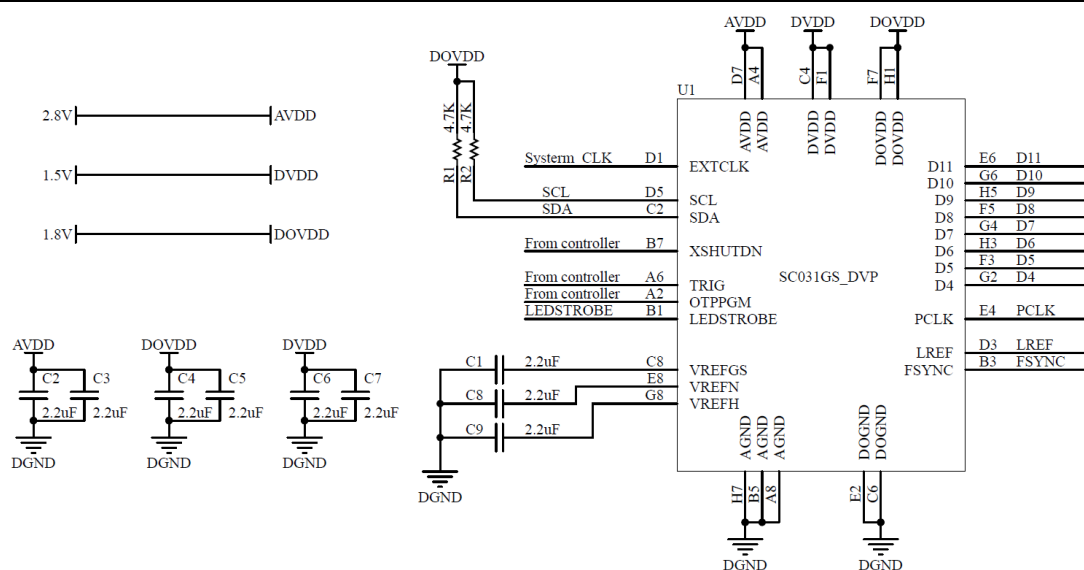
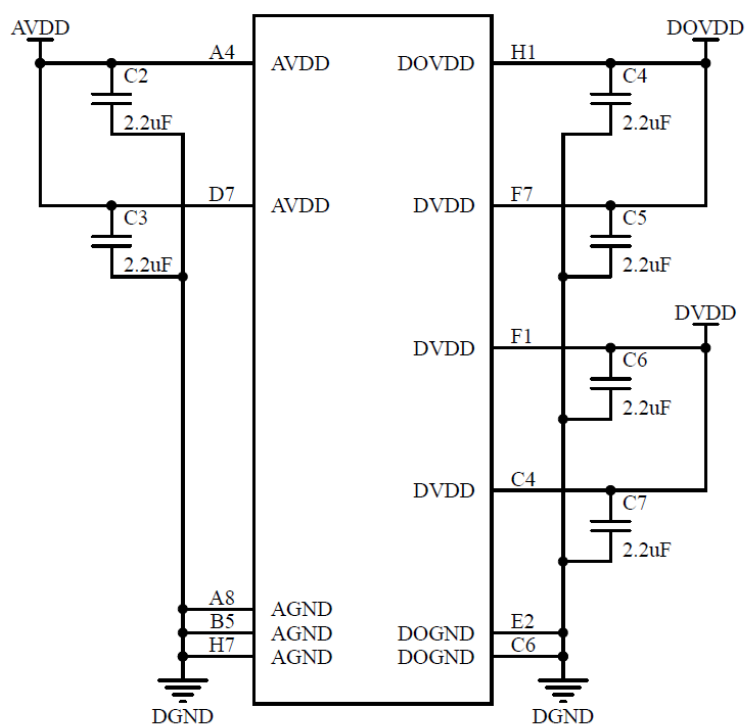

图 3-3 SC031GS DVP 接口参考电路(Cost down)
图 3-4 电路滤波电容连接方式(Cost down)
- b) 如果成本优先（cost down），可参考以下：AVDD 必须单独外接 2.8V 电源，A4 和 D7 引脚分别放置一个 2.2uF 电容，电容需要靠近芯片引脚。DOVDD 外接 1.8V 电源，H1 和 F7 引脚分别放置一个 2.2uF 电容，电容需要靠近芯片引脚。DVDD 外接 1.5V，C4 和 F1 引脚分别放置一个 2.2uF 电容，电容需要靠近芯片引脚；电容大小可参考图 3-3 和图 3-4 提供的电容大小数据；